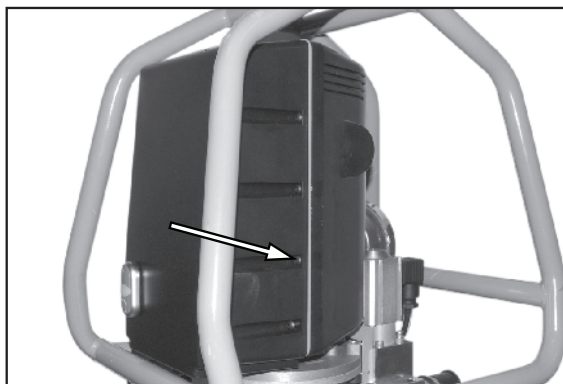

Рис. 11.
2. См. рис. 11. Открутите 10 шт. винтов.